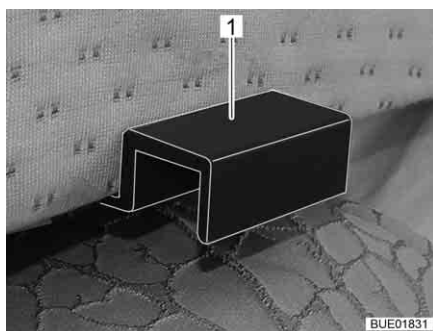

Fig. 127 Soportes, cojín adicional
- Enganchar el cojín adicional con los soportes (Fig. 127, 1) en los paneles de las camas individuales, de tal modo que se forme una superficie de descanso ininterrumpida.